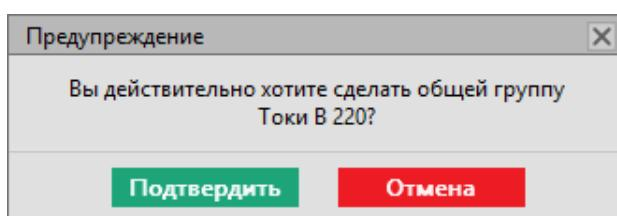

Рисунок 27 - Предупреждение
- Подтвердите свои действия в диалоговом окне (Рисунок 27).